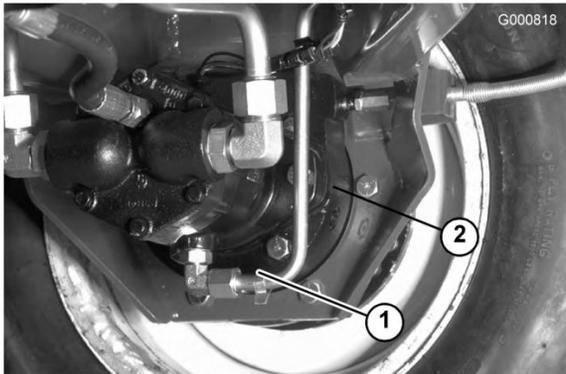

Figura 66
3. Togliete i tappi di controllo/spurgo dalla scatola del freno e lasciate defluire l'olio (Figura 66).